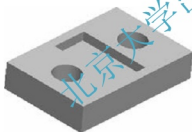

图 3.11 拉伸特征预览
步骤6: 单击【特征预览】按钮, 观察生成的特征, 如图 3.11 所示。
**提示:** 修改尺寸也可直接双击图 3.11 的所标注的尺寸 10, 然后输入 20, 也会取得与步骤 7 相同的效果。